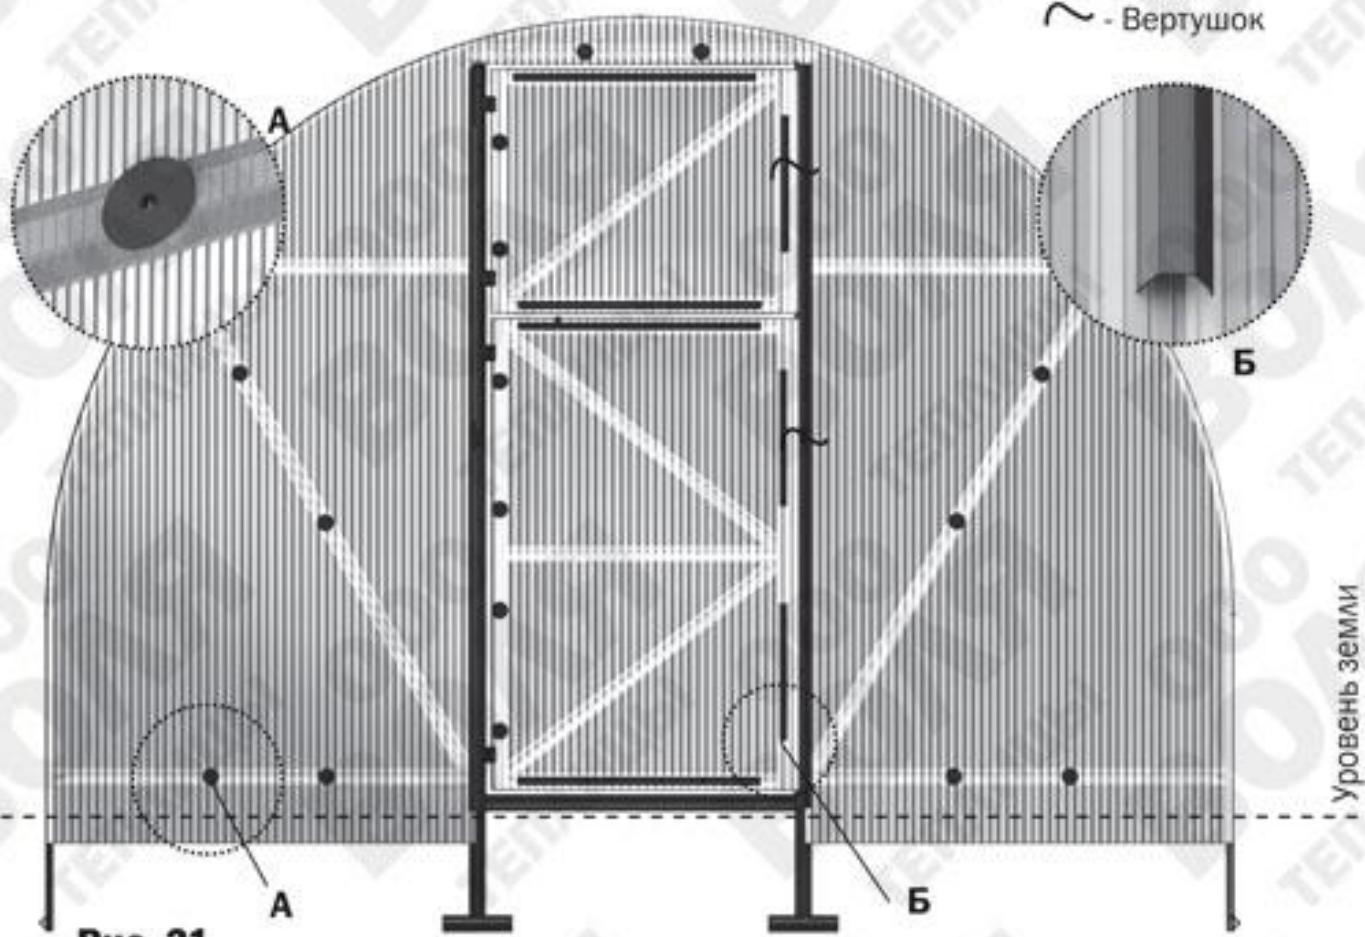

Рис. 21
- Установите боковые куски покрытия торца в соответствии с **рис.15**. Придерживая кусок покрытия, закрепите его винтами с шайбами по деталям **11** и **8** (**рис.21**). Отверстия для винтов выполняются сверлом диаметром 4 мм изнутри теплицы через готовые отверстия в деталях каркаса.
- Состыкуйте детали **9-3** и **9-4** (**рис.16**) и установите их в соответствии с **рис.17** и **рис.20**, оставляя отверстия под вертушки. Вырежьте куски покрытия для установки над дверными проемами и установите их, закрепив шайбами (**рис.21**)
- Закрепите куски покрытия на форточки и двери по стороне навеса петель шайбами, а про другим сторонам - прижимами (**рис.21**), предварительно закрыв соты (оклеив их скотчем). По сторонам, противоположным петлям покрытие должно выступать за каркас на 15 мм (**рис.20**)
7. Шайбы и прижимы на торце устанавливаются в соответствии с **рис.21**.